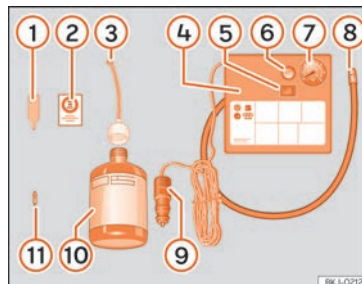

Abb. 104 Prinzipdarstellung: Bestandteile des Pannensets
Das Pannenset befindet sich im Gepäckraum unter dem Bodenbelag. Es besteht aus folgenden Bestandteilen »» **Abb. 104:**
Den Reifenfüllschlauch »» Abb. 104 ⑧ wieder anschließen und den Reifenfülldruck an der Reifenfülldruckanzeige ⑦ ablesen.